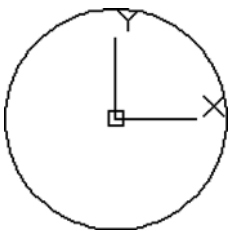

图 3-1 绘制圆
- 1) 在一个新的图形文件中, 在当前坐标原点处绘制一个直径为 15 的圆, 如图 3-1 所示。